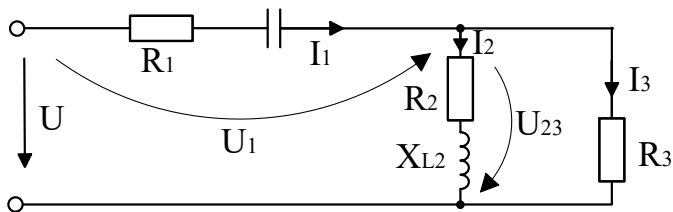

Рис.3.15
4.25. В цепи, приведенной на рис.3.15, $U=100\text{В}$. Вычислить комплекс $\underline{I}_1$, а также P , Q , S .
4.26. В цепи, приведенной на рис.3.15, $U_{23}=100\text{ В}$. Вычислить $\underline{I}_1$ и $\underline{U}$.
4.27. В цепи, приведенной на рис.3.15, $U_1=100\text{ В}$. Вычислить $\underline{U}$.
4.28. В цепи, приведенной на рис.3.15, $I_2=5\text{ А}$. Вычислить $\underline{I}_1$ и $\underline{U}$.
4.29. Для цепи, приведенной на рис.3.15, построить векторную диаграмму токов и напряжений, не вычисляя их предварительно.